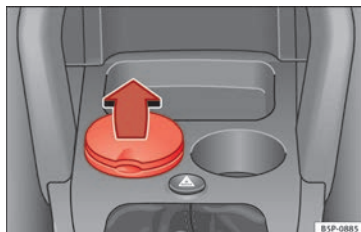

Fig. 95 Cinzeiro alojado no suporte de bebidas dianteiro.
- Para abrir o cinzeiro, levantar a tampa » Fig. 95.